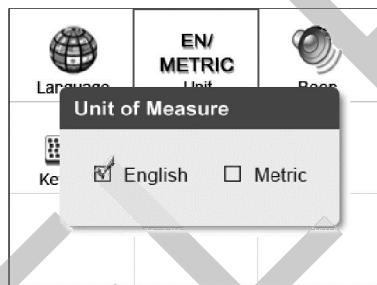

Рисунок 3-4
- 2) В окне **Unit of Measure** [Единицы измерения] с помощью кнопки прокрутки **влево/вправо** выберите необходимую систему единиц измерения. См. рисунок 3-4.